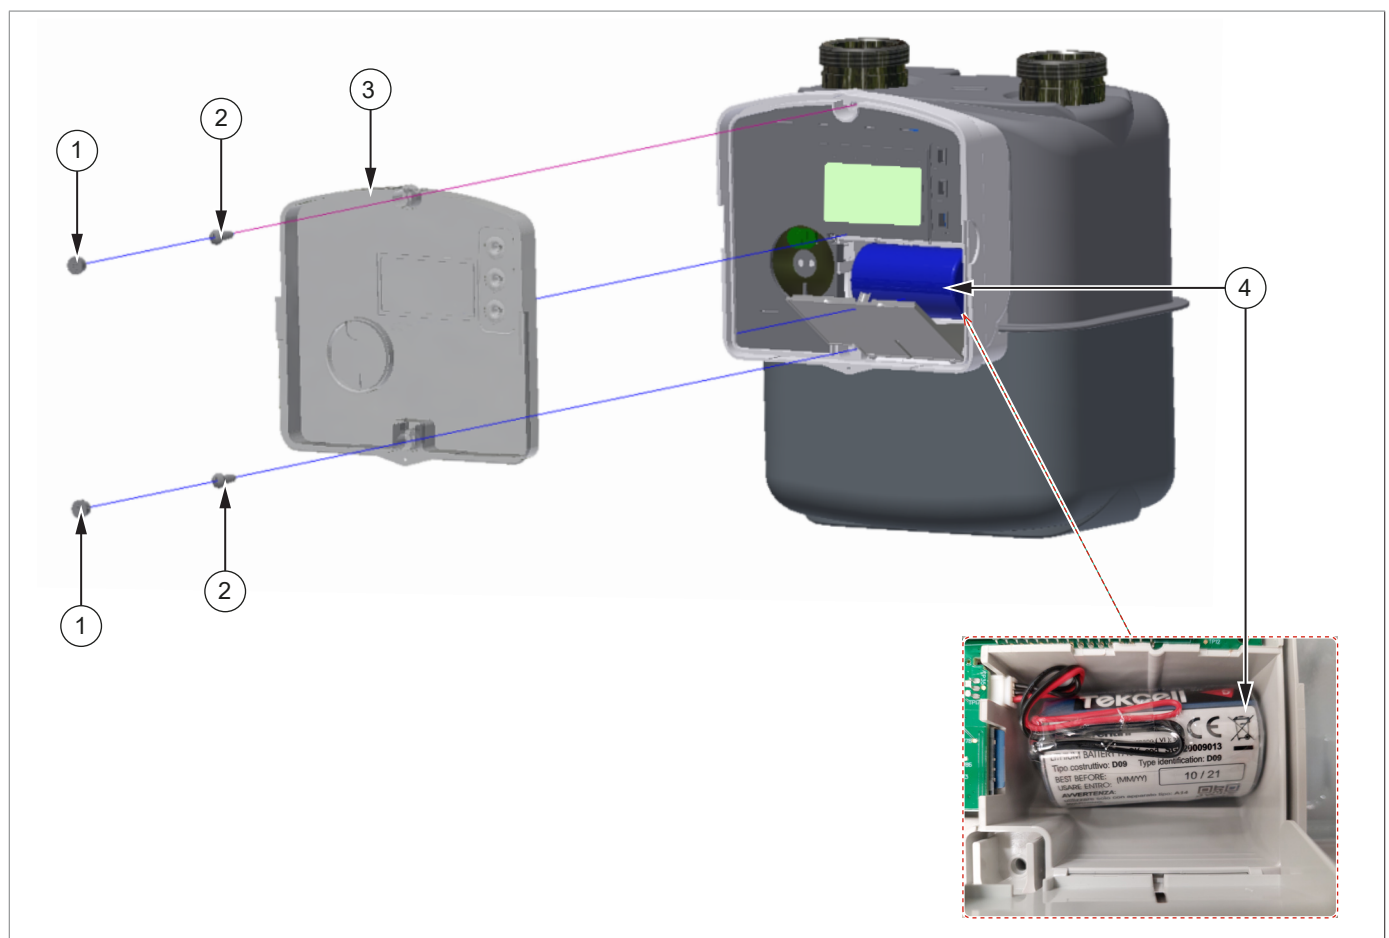

Fig. 11.13. Piezas de repuesto
- una posición indicada en el plano de montaje del equipo (Fig. 11.13.);
Referencia a los códigos de pedido de baterías (Pos. 4 - Fig. 11.13.) de recambio: